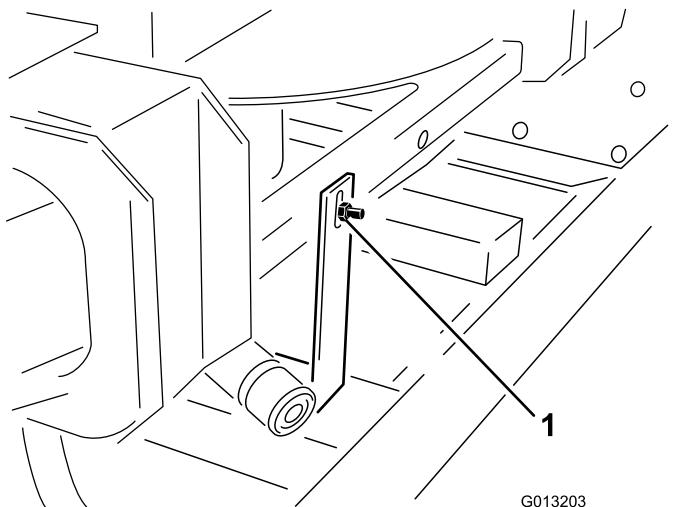

Bild 3
2. Entfernen Sie am Heck des Doppel-Tellerstreuers die Schraube und die Mutter, mit denen die Versandhalterung der Maschinenhebevorrichtung am Doppel-Tellerstreuer befestigt ist (Bild 3).